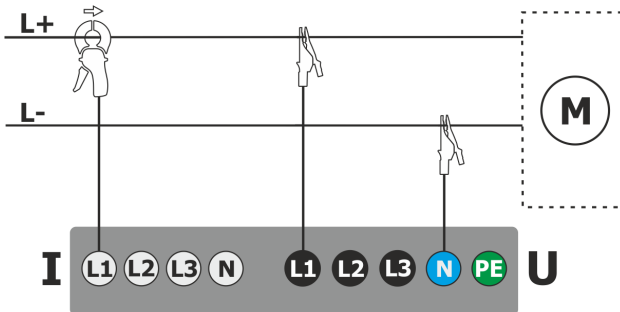

Abb. 45. Schaltbild – DC Netz
- DC – ein-Spannungs DC Netz (Abb. 45)